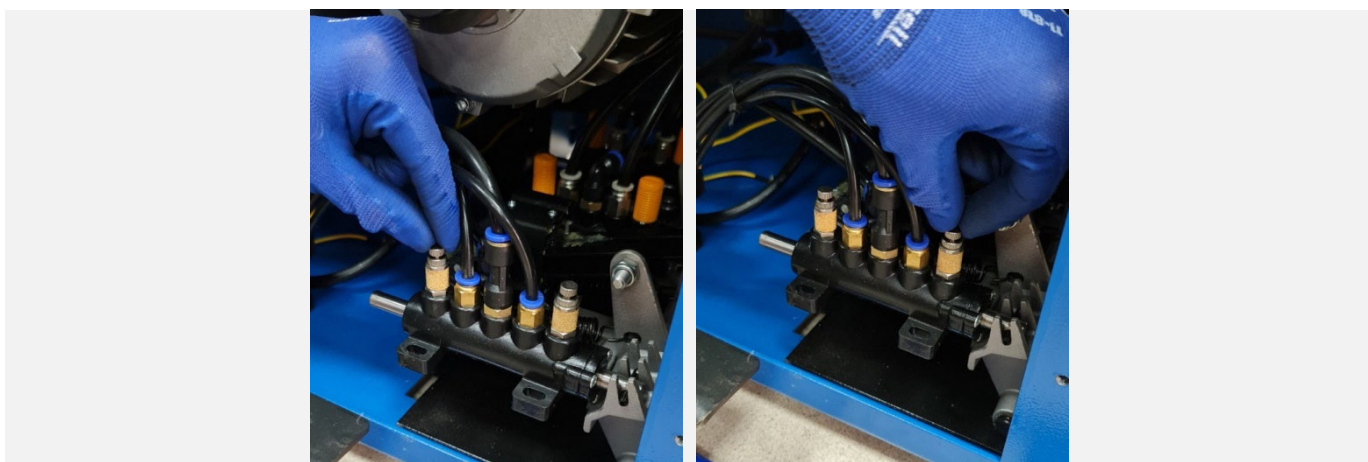

Рисунок 62
11.7.2 Поворачивая пневмодроссель с глушителем, расположенный на пневматическом распределителе, управляющим движением монтажной колонны (см. Рисунок 62), установить требуемую скорость (плавность) откидывания и возврата в рабочее положение монтажной колонны.